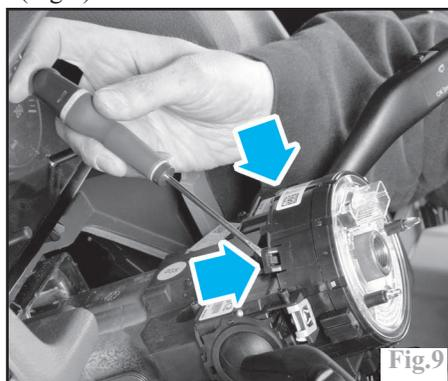

Fig. 9
- le contacteur tournant, en le dépliant (Fig. 9).